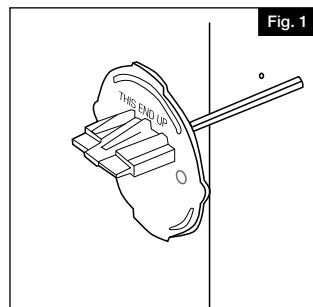

Fig. 1
- 3.** Faire tourner la coupole d'éclairage pour séparer la coupole du dos de la lentille. Pousser le fil et la connexion de la partie lentille à travers le trou de 1/2 po (12 mm) jusqu'à ce que la plaque arrière de la lentille affleure le poteau (Fig. 1).
Déterminer l'emplacement des lumières. Pour éviter le fendillement des pièces, ne pas installer à moins de 1/2 po (12 mm) de la rive (1 po/25 mm du centre) de la lumière et de la rive de la planche de terrasse (Fig. 1).
Utiliser une mèche Forstner de 1 po (25 mm) de diamètre pour percer un trou à fond plat de 0,7 po (17,8 mm) de profondeur dans la planche de terrasse (Fig. 1). NOTE: Éviter de percer complètement la planche de terrasse avec cette mèche.